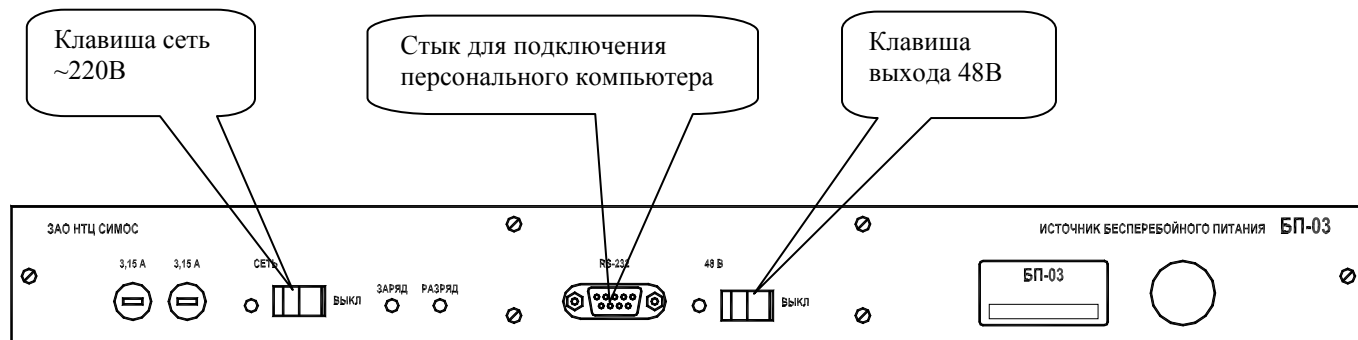

Рис. 1 Внешний вид передней панели блока
4.1. Внешний вид лицевой панели блока приведен на Рис. 1.
5.2.3. Подключите аккумуляторную батарею к разъему «БАТАРЕЯ», расположенному на лицевой панели блока, с помощью шнура из КМЧ (белый "+", черный "-") см. рис. 1. Соедините аккумуляторы в батарею с помощью 3 шин в КМЧ. Должен загореться красный индикатор «РАЗРЯД» на передней панели блока.